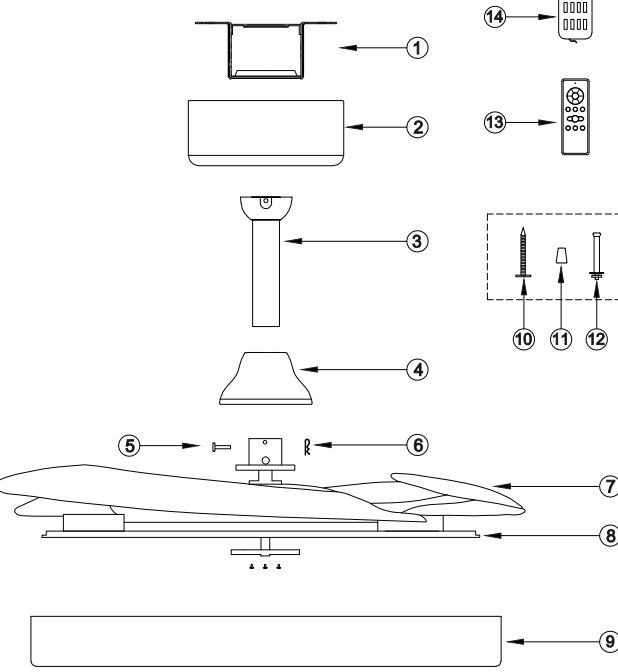

FIGURA 1
Extraiga el ventilador e identifique cuidadosamente las partes. Consulte la FIGURA 1
2) RETIRE EL DOSEL PARA CIELO RASO (NO. 3 - FIGURA 1) AFLAJANDO LOS DOS TORNILLOS CON RANURAS.